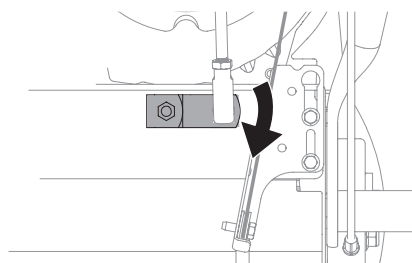

Figura 2-40
9. Asegúrese de que la palanca de cambios que está en la parte posterior de la transmisión esté girada hacia abajo al máximo. Consulte la Figura 2-40.